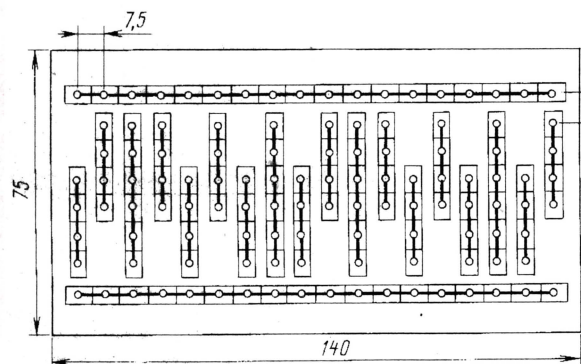
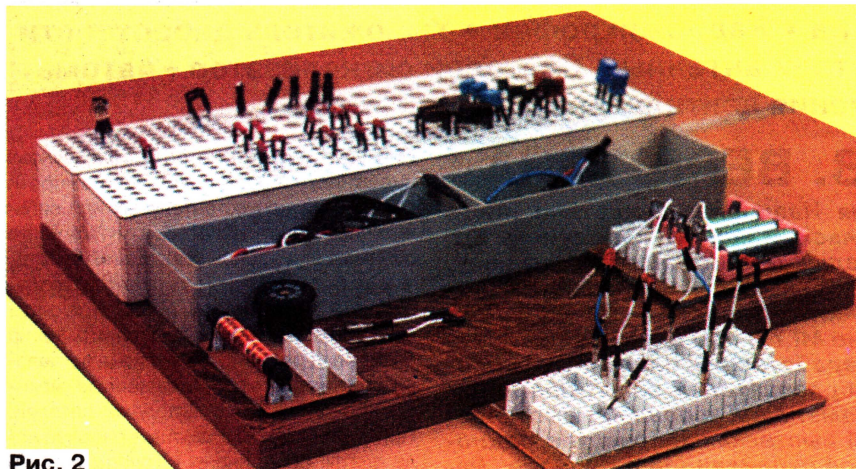

Рис. 1
Рис. 2
**Монтажная плата и дополнения к ней (рис. 1—4).**
Поиски различных вариантов создания монтажной платы привели к оптимальному решению — выполнить ее на базе гнезд разъемов, в которые вставляются ответные штыри, соединенные гибкими проводниками с выводами деталей. Причем гнезда, образующие рабочее поле платы, объединены в группы по 4—6 контактов и соединены между собой (рис. 1). Такое техническое решение позволило избавиться от излишних проводов, а значит, упростить и ускорить макетирование конструкций (рис. 2).